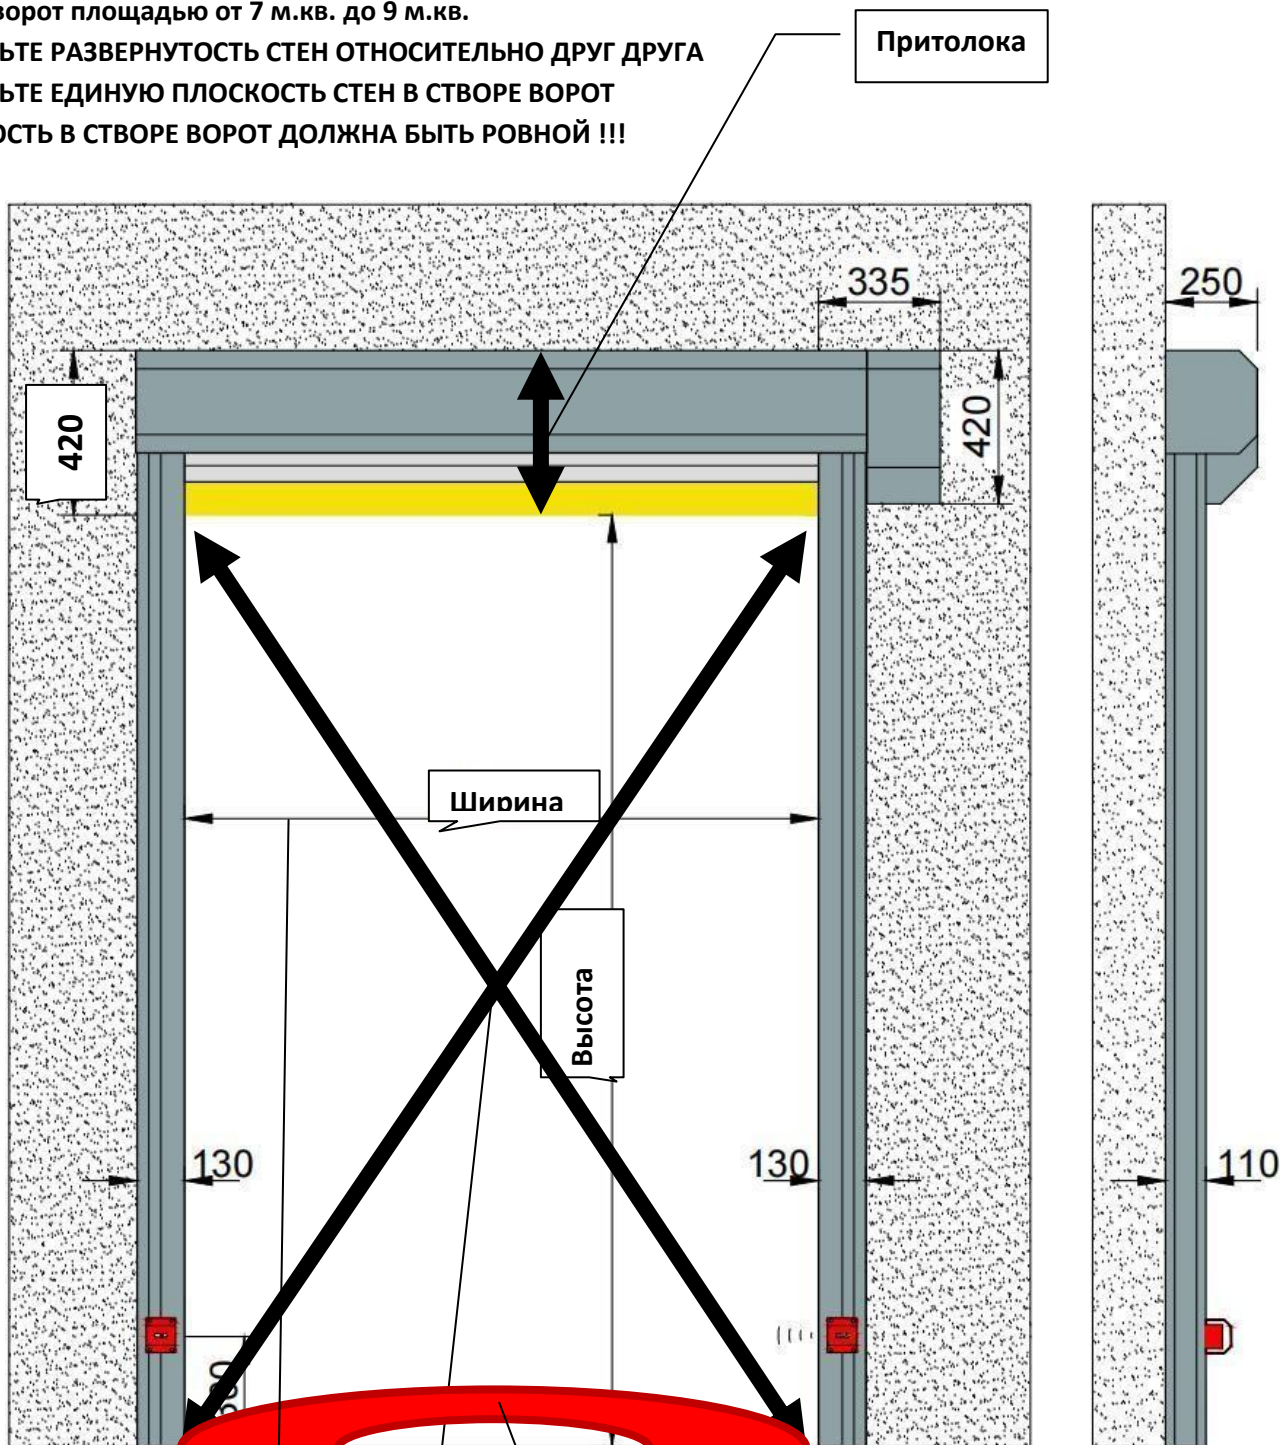

Рис.5
- провести замер ворот по параметрам : ширина, высота, диагонали, притолока Рис.5, Рис.6;